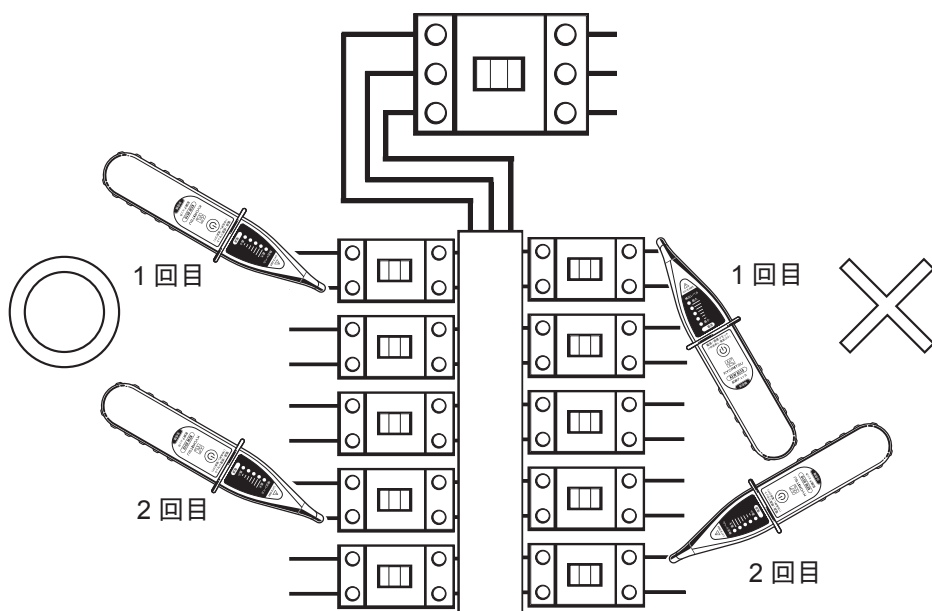

図 7-6
- 2回目の探索時はブレーカーに対して受信機を1回目と同じ角度と距離で接触させる必要があります。受信機を接触させる角度と距離を変えてしまうと正しい探索が行えませんのでご注意ください。(図7-6)